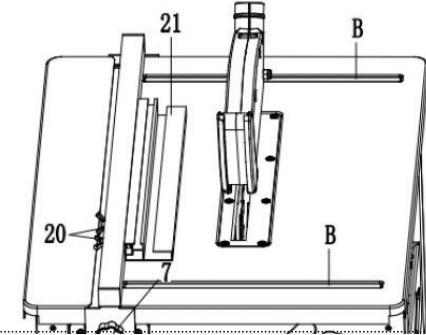

Рис. 3
20. Винт крепления направляющей планки (рис. 3)
21. Направляющая планка (рис. 3)